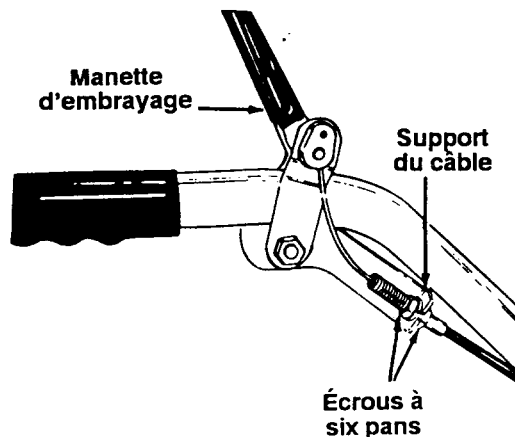

FIGURE 14
**Si la courroie tourne quand la machine se trouve au point mort, abaissez** l'écrou à six pans en dessous du support du câble de plusieurs tours. Voir la figure 14. Serrez l'écrou à six pans du haut contre le support.